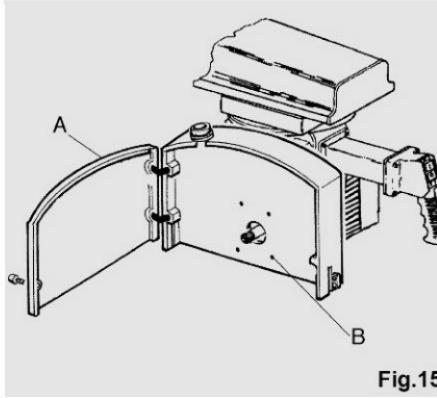

Fig.15
Ouvrir le carter de protection (voir le point A sur la Fig. 15), desserrer l'écrou à filetage à gauche (A) sur la Fig. 15. Maintenir l'arbre moteur à l'arrêt en insérant une clé Allen et, à l'aide d'une clé hexagonale ouverte, la tourner dans le sens horaire.